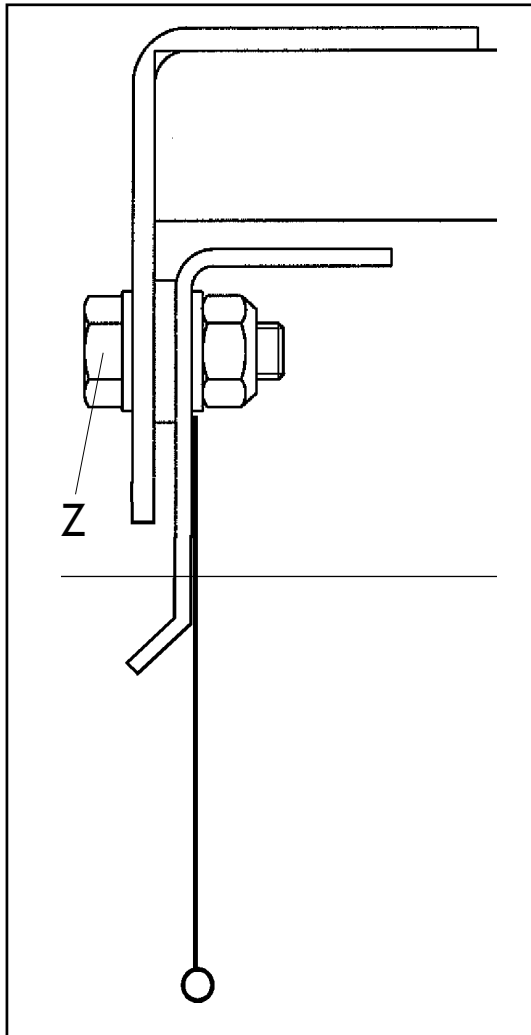

Bild 4-5
- Um den Schwadformer in die gewünschte Arbeitslage zu bringen, werden die Schrauben „Z“ mit der SW 17 nur leicht gelöst (Bild 4-5)
- Schrauben „Z“ anziehen (Bild 4-5)